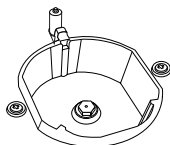
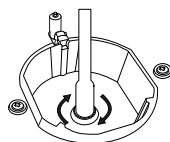

Рис. 4
Рис. 5
2. Снимите насадку (рис. 4) с конфорки отверткой со специальной головкой и установите новую насадку. (рис.5)